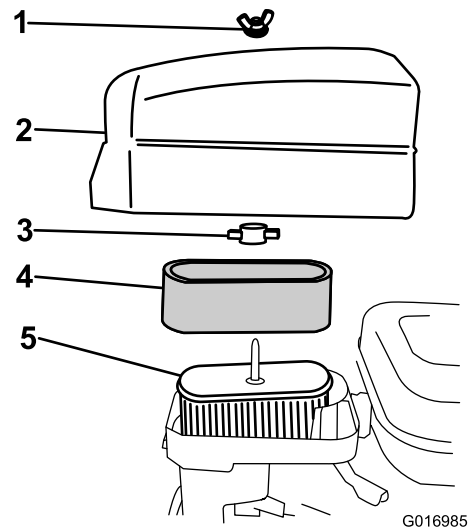

図 26
4. スポンジエレメントを点検し、汚れていればペーパーエレメント 図 26 から外して以下の方法で十分に洗浄する